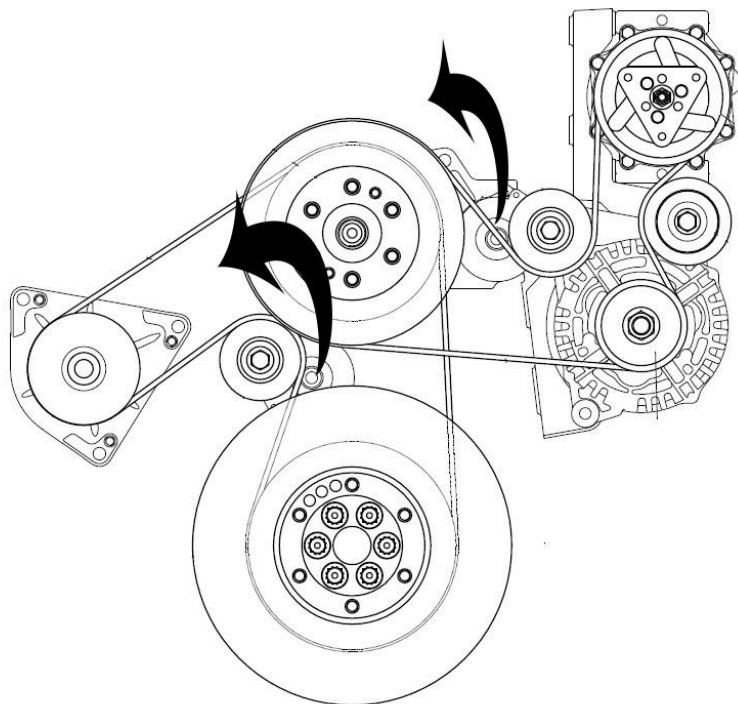

Рисунок 143 Замена клинового ремня
- С помощью ключа S=15 отжать натяжные приспособления в направлении (Рисунок 143). На подвижной и неподвижной частях натяжного приспособления имеются отверстия, при совмещении которых его можно зафиксировать в отжатом состоянии.